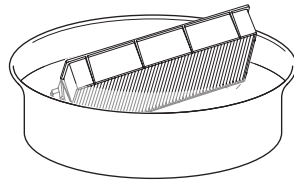

Fig. 1
**1) Lavare l'unità filtro aria. (Fig. 1)**